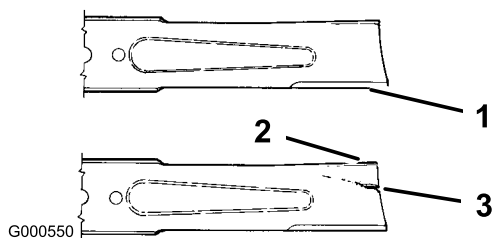

Figura 32
2. Inspeccione los filos de corte (Figura 32). Si los bordes no están afilados o tienen mellas, retire la cuchilla y afílela; consulte Cómo afilar la cuchilla.
3. Inspeccione la cuchilla, especialmente la parte curva (Figura 32). Si observa daños, desgaste o la formación de una ranura en esta zona (Figura 32), instale inmediatamente una cuchilla nueva.